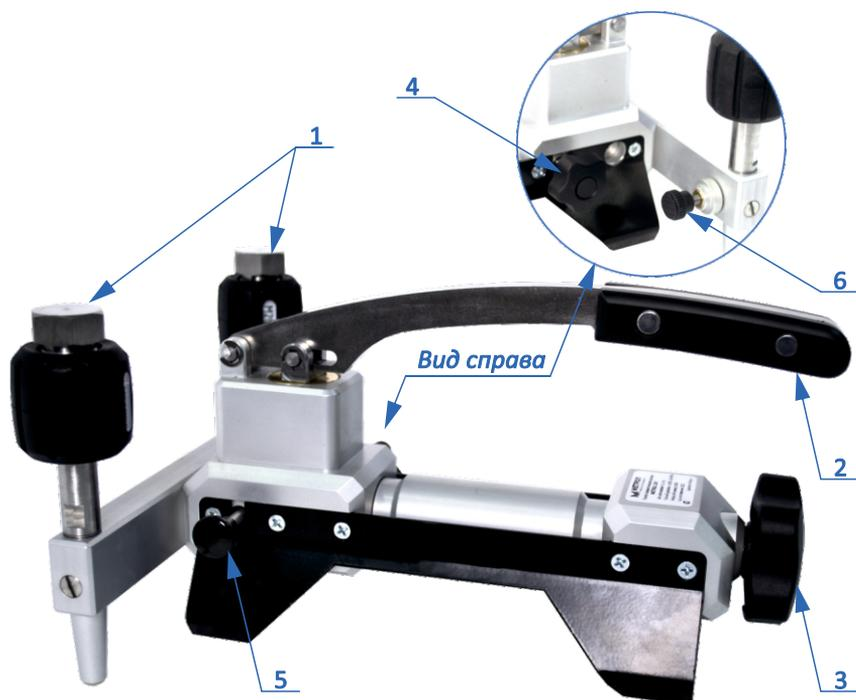
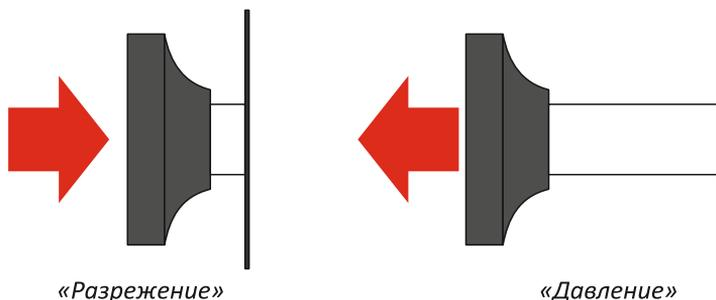

Рисунок 1 – Основные составные элементы помпы
Рисунок 2 – Положение переключателей режимов работы
1. Перед использованием помпы убедитесь, что на посадочных местах средств измерения (поз. 1, рис. 1) установлены уплотнительные кольца. Установите эталонное и поверяемое средства измерения давления на посадочные места (поз. 1, рис. 1).
- Установите переключатель режимов работы (поз. 5, рис. 1) в положение «давление» (рис. 2).
- Выкрутите винт точной регулировки (поз. 3, рис. 1) и отсечной винт (поз. 4, рис. 1) пневматического насоса до упора.
- Вкрутите винт сброса давления (поз. 6, рис. 1).
- Плавными движениями поднимайте и опускайте ручку пневматического насоса (поз. 2, рис. 1) для создания давления.
- При достижении значения давления в системе близкого к нужному вкрутите отсечной вентиль пневматического насоса (поз. 4, рис. 1) до упора.
- Для точной настройки плавно вращайте винт точной регулировки (поз.3, рис. 1) по часовой стрелке для увеличения давления, и против часовой стрелки для его снижения.
- Обратное снижение давления производится кратковременным открытием винта сброса давления (поз. 6, рис. 1) с последующей подстройкой с помощью винта точной регулировки (поз.3, рис. 1).
- После завершения работы выкрутите винт сброса давления (поз. 6, рис. 1), отсечной вентиль (поз. 4, рис. 1), снимите средства измерения с посадочных мест.
2. Установите переключатель режимов работы (поз. 5, рис. 1) в положение «разрежение» (рис 2).
3. Вкрутите винт точной регулировки (поз. 3, рис. 1) и выкрутите отсечной винт (поз. 4, рис. 1) пневматического насоса до упора.
4. Вкрутите винт сброса давления (поз. 6, рис. 1).
5. Плавными движениями поднимайте и опускайте ручку пневматического насоса (поз. 2, рис. 1) для создания давления.
6. При достижении значения давления в системе близкого к нужному вкрутите отсечной вентиль пневматического насоса (поз. 4, рис. 1) до упора.
7. Для точной настройки плавно вращайте винт точной регулировки (поз.3, рис. 1) против часовой стрелки для увеличения разрежения, и по часовой стрелке для его снижения.
8. Обратное снижение давления производится кратковременным открытием винта сброса давления (поз. 6, рис. 1) с последующей подстройкой с помощью винта точной регулировки (поз.3, рис. 1).
9. После завершения работы выкрутите винт сброса давления (поз. 6, рис. 1) и отсечной вентиль (поз. 4, рис. 1), снимите средства измерения с посадочных мест.